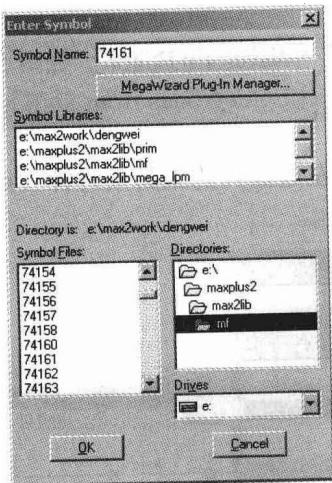

图 1-7 选择 74161
(2) 原理图编辑：在空白处双击左键，弹出“Enter Symbol”，选择 mf 库并双击左键，在 Symbol Files 下选 74161，如图 1-7 所示。